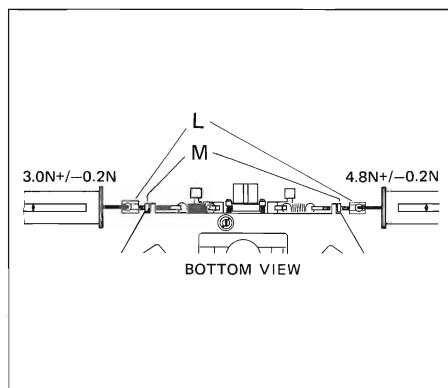

Fig. 3.10
- Den Spezialbolzen [L] an den Gewindestift anschrauben und eine Federwaage einhängen und daran ziehen, bis zwischen der Vierkantmutter [M] und der Halterung ein Luftspalt entsteht (Fig. 3.10).
- Screw special pin [L] to the headless setscrew, attach a spring dynamometer and pull at the latter until an air gap is created between the square nut [M] and the mounting. (Fig. 3.10)
- Vissez le boulon spécial [L] à la tige filetée, accrochez-y le dynamomètre et tirez jusqu'à ce qu'apparaisse un jeu entre l'écrou à 4 pans [M] et le support. (Fig. 3.10)